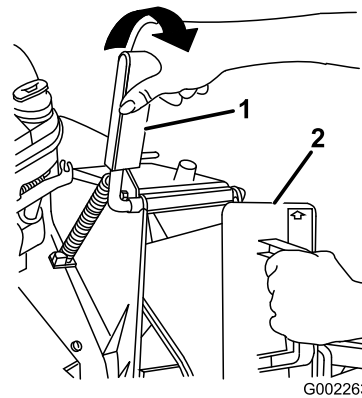

Figure 7
1. Ouvrez le volet d'éjection en tirant sur la poignée et en la reculant (Figure 7). Maintenez la poignée en position d'ouverture pour empêcher le ressort de refermer le volet pendant l'insertion de l'obturateur.
2. L'obturateur étant légèrement plus large que l'ouverture de l'éjecteur, tournez-le légèrement dans le sens horaire lors de l'insertion (Figure 7).